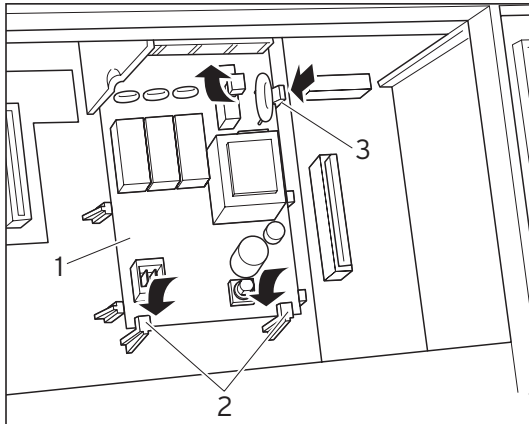

Fig. 3.1 Fixarea plăcii electronice
- Împingeți placa electronică (1) sub eclisele de susținere (2) (vezi fig. 3.1).
- Apăsați cu grijă placa electronică între elementele de centrare din suportii (3) (fig. 3.1), până când placa electronică se fixează.